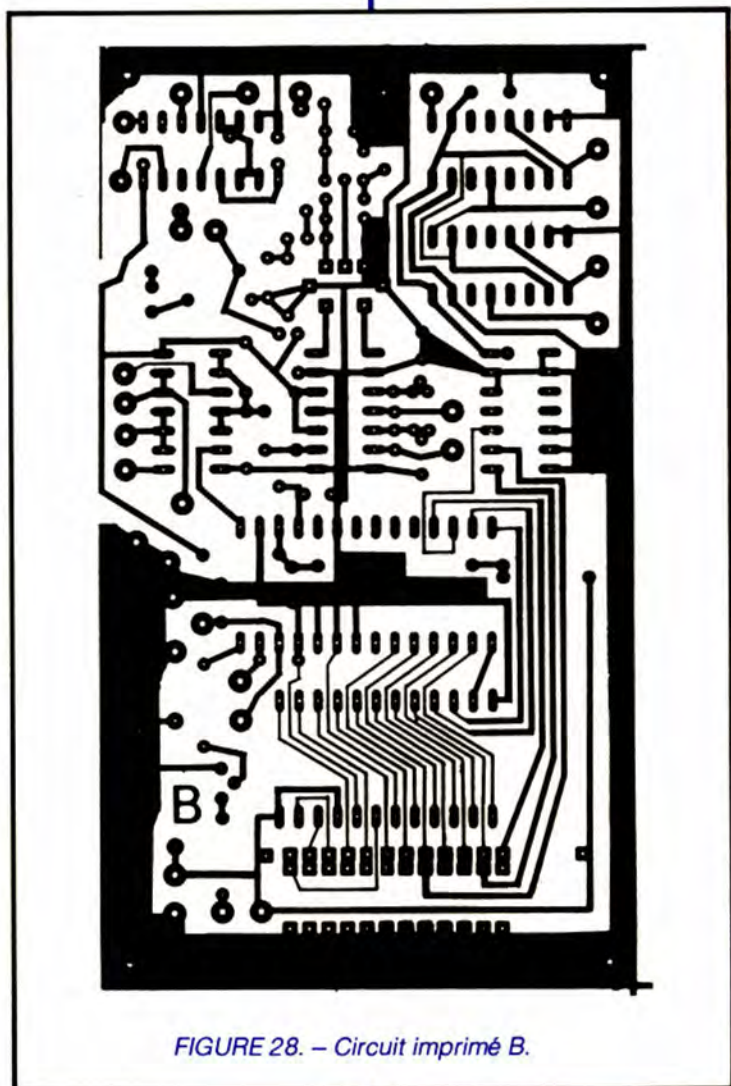

FIGURE 28. - Circuit imprimé B.
- **CI. B.** Du générateur d'horloge, voir figure 28. Encore un simple face, en époxy 15/10 mais cette fois nettement plus dense.